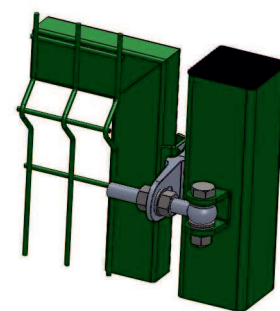

рис.9
- при открытии ворот наружу рис.9.